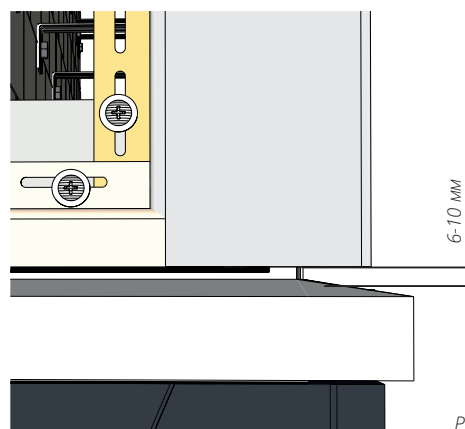

Рисунок 10
6.6 Все подрезы доборных элементов в местах примыкания к металлическим отливам, в верхней или нижней части отлива, должны быть параллельны углу наклона отлива (рис. 10).